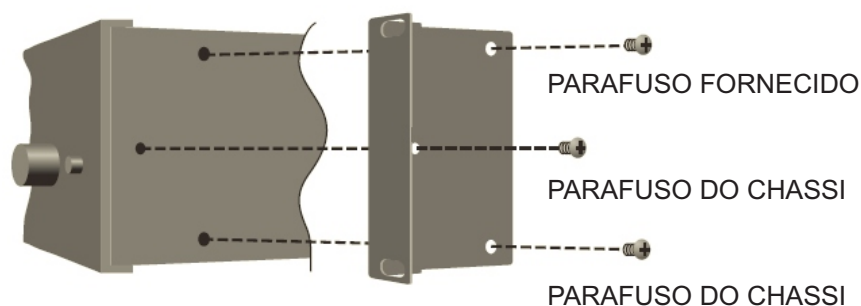

Figura 2.2 Como conectar as orelhas do rack
2. Consulte a Figura 2.2 Remova os dois parafusos de cada lado do chassi perto da frente.